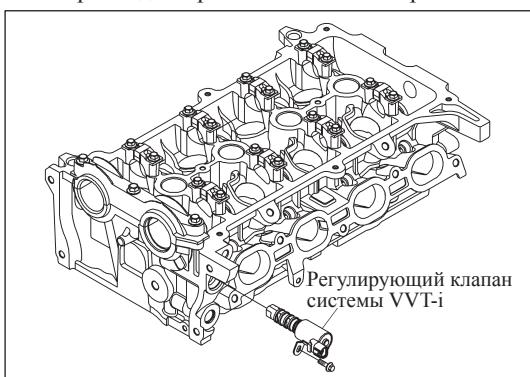

Рис. 12-3-49. Установка регулирующего клапана системы VVT-i
- » Закрепить регулирующий клапан системы VVT-i на головке блока цилиндров 1 фланцевым болтом ($M6 \times 12$), как изображено на рис. 12-3-49.